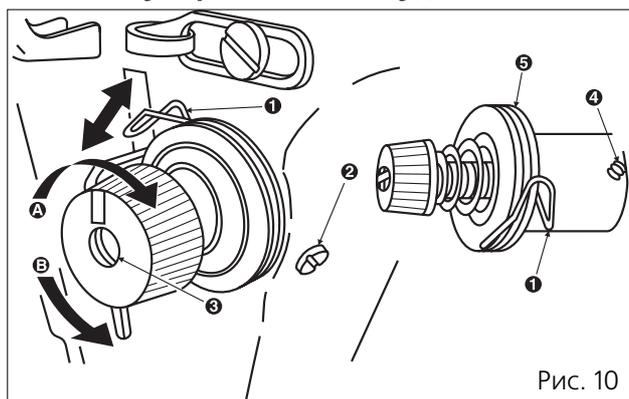

Рис. 10
- 1). Ослабьте винт (2), рис.10.
- 2). Если вы повернете регулятор натяжения (3) по часовой стрелке (в направлении A), то ход компенсаторной пружины (1) увеличится.
- 3). Если вы повернете регулятор натяжения (3) против часовой стрелки (в направлении B), то ход компенсаторной пружины (1) уменьшится.